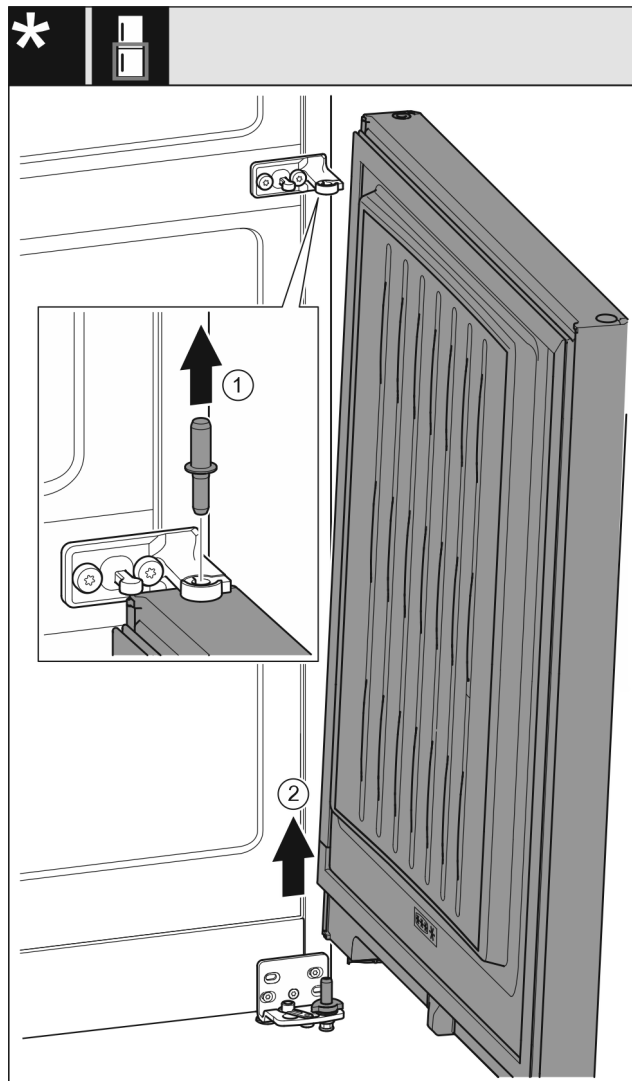

Fig. 10 Без демпфера
- Витягніть штифт Fig. 10 (1) угору.
- Відкрийте дверцята Fig. 10 (2), потягніть їх угору та відкладіть убік.